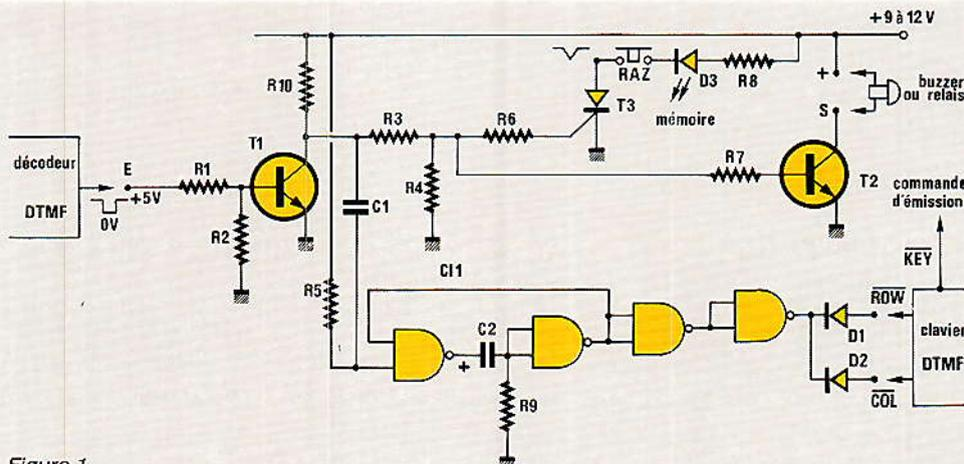

Figure 1
**L**a figure 1 montre le schéma complet du module nécessaire à la mise en œuvre de la fonction « accusé de réception et mémoire ». Bien entendu, son installation suppose que la station soit déjà équipée d'un **décodeur DTMF** et d'un **clavier ou codeur DTMF** (par exemple notre « coffret numéroteur »).